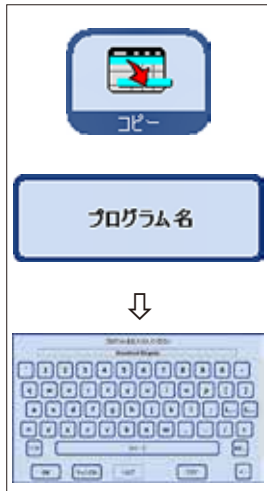

図 159
- ・ ヘッダー行の「プログラム名」フィールドにタッチすると、キーボードが表示されます (図 159)。